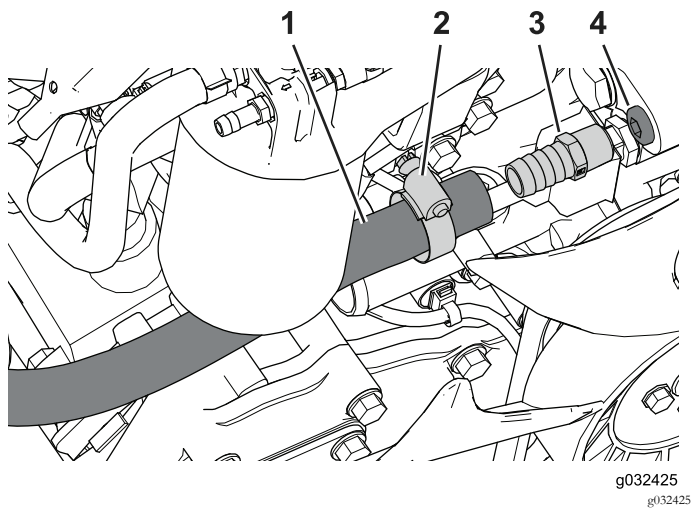

Figura 29
- Localice y retire el tapón del orificio del motor (Figura 29).
2. Aplique sellador a las roscas macho del acoplamiento recto, saltándose la primera rosca (Figura 29).
5. Coloque la abrazadera sobre el extremo de la manguera (Figura 29).
6. Coloque la manguera sobre el acoplamiento recto y sujételo con la abrazadera, según se muestra en Figura 29.